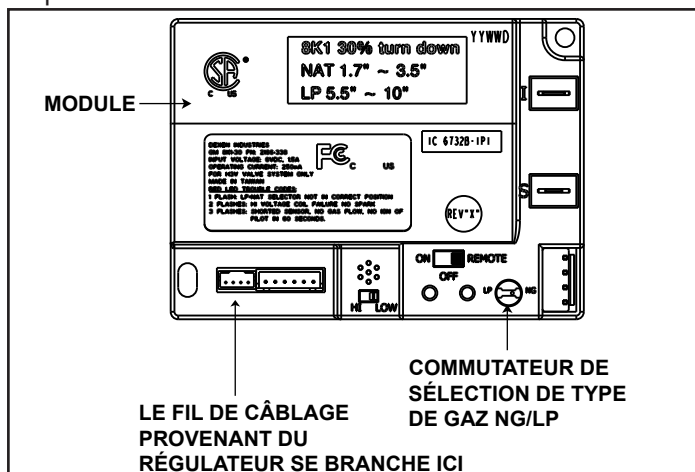

Figure 3.8 Module de commande
Ce modèle a un taux de combustion variable contrôlé par le bouton « HI/LO » du module de commande. La hauteur des flammes est donc ajustable. Le commutateur « HI/LO » est montré à la figure 3.8. Il se trouve dans le logement des commandes du foyer.
1. Le module de commande est équipé d'un commutateur de sélection « ON/OFF/REMOTE » qui doit être réglé. Voir la Figure 3.8.
2. Si un interrupteur câblé est utilisé dans la cavité de contrôle sous le mode « REMOTE », la hauteur des flammes peut être réglée au moyen du commutateur de sélection « HI/LO » du module. Voir la Figure 3.8. Notez que le commutateur de sélection de flamme « HI/LO » sera désactivé une fois la télécommande optionnelle (RC200/RC300) programmée au module de commande. Notez que le module de commande allumera toujours le poêle à « HI » et conservera ce réglage pendant les 10 premières secondes de fonctionnement. Si le commutateur HAUT/BAS (HI/LOW) est sur la position BAS (LO), la hauteur des flammes deviendra automatiquement minimum après 10 secondes. Une fois ces 10 secondes écoulées, la hauteur de la flamme peut être ajustée entre HAUT (HI) et BAS (LOW) au moyen du commutateur.
- Localisez le module du commutateur de sélection. (Voir la figure 3.8).
- Attendez cinq (5) minutes pour dissiper les gaz.